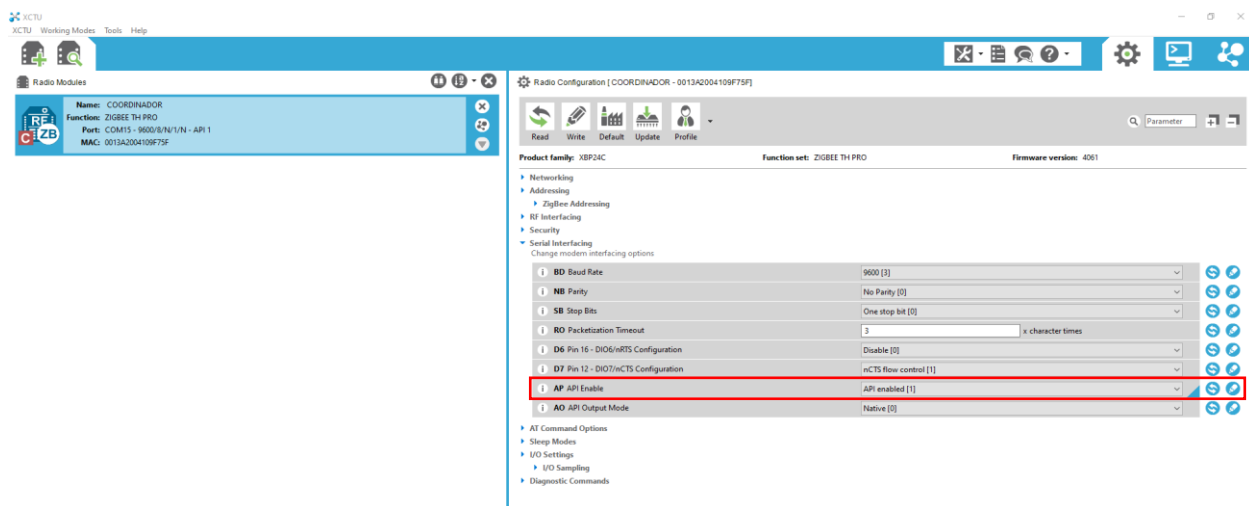

Figura 7.5. Configuración del módulo en modo API
- Seleccione en el parámetro “**AP API enable**”, la opción “**API Enable (1)**” como se muestra en la Figura 7.5. Este parámetro se encuentra dispuesto en la estructura “**Serial Interfacing**” del árbol jerárquico de configuración.